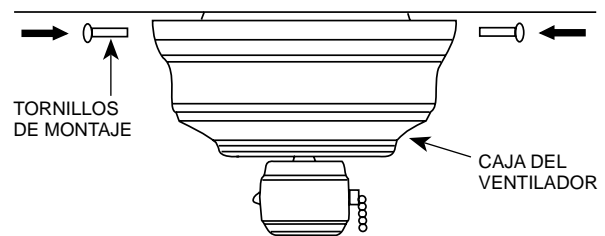

FIGURA 10
B. Coloque la caja del ventilador sobre el conjunto del motor y asegúrela en la placa del cielo raso con los cuatro tornillos suministrados (2 en cada lado). Vea la Figura 10.